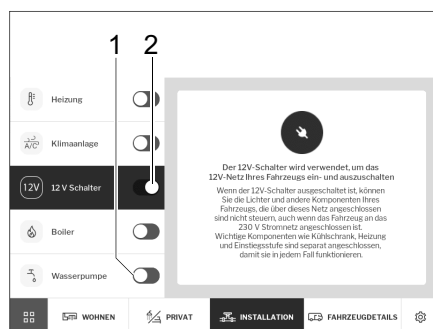

Fig. 277 12 V y bomba de agua
- Con el interruptor deslizante (Fig. 277,2) encender o apagar la red de 12V del vehículo.
- Encender o apagar la bomba de agua con el interruptor deslizante (Fig. 277,1). Véase también el capítulo 9.14.5.